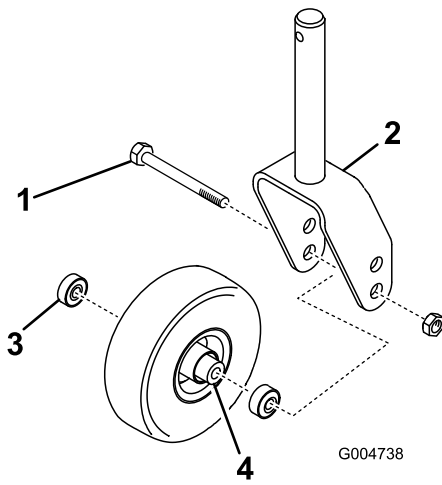
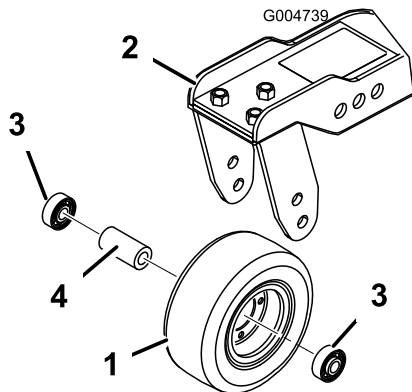

Figura 79
Figura 80
1. Retire la contratuerca del perno que sujeta el ensamble de la rueda giratoria entre la horquilla (Figura 79) o el brazo de pivote (Figura 80). Sujete la rueda giratoria y retire el perno de la horquilla o del brazo de pivote.
2. Retire el cojinete de la rueda y deje que se caiga el suplemento del cojinete (Figura 79 y Figura 80). Retire el cojinete del otro lado de la rueda.